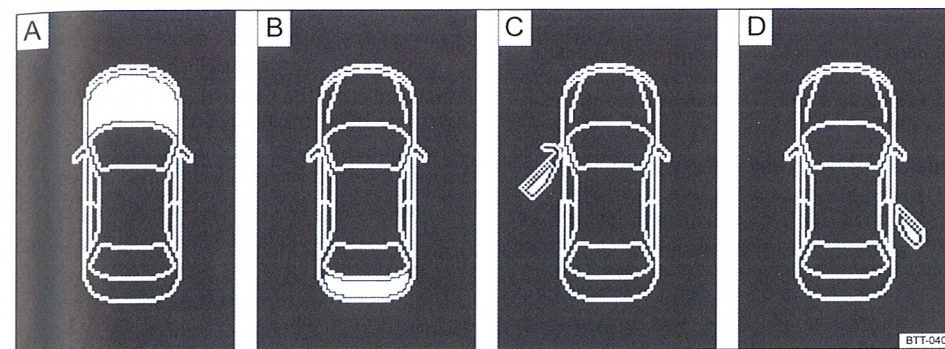

Fig. 12 A: capota deschisă, B: capota portbagajului deschisă, C: portieră stânga-față deschisă, D: portieră dreapta-spate deschisă.
- Portiere deschise, capota motorului și portbagajului deschise ⇒ fig. 12